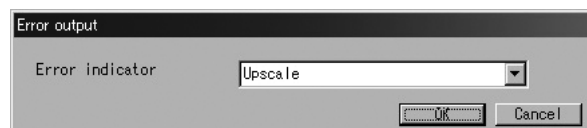

図49
- ① 画面上部メニューの「Setup(S)」をクリックし、「Config output」のドロップダウンリストの中から「Error output」を選び再度クリックします。
- ② 図49のようなメッセージボックスが現れます。ここではエラー時の出力レベルを設定します。